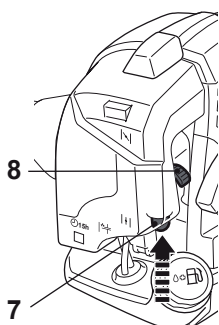

Fig. 18
- > Si le moteur est froid, mettez le starter [8] en position **FERMÉE** et appuyez sur l'amorce [7] jusqu'à ce que le carburant devienne visible (fig. 18).